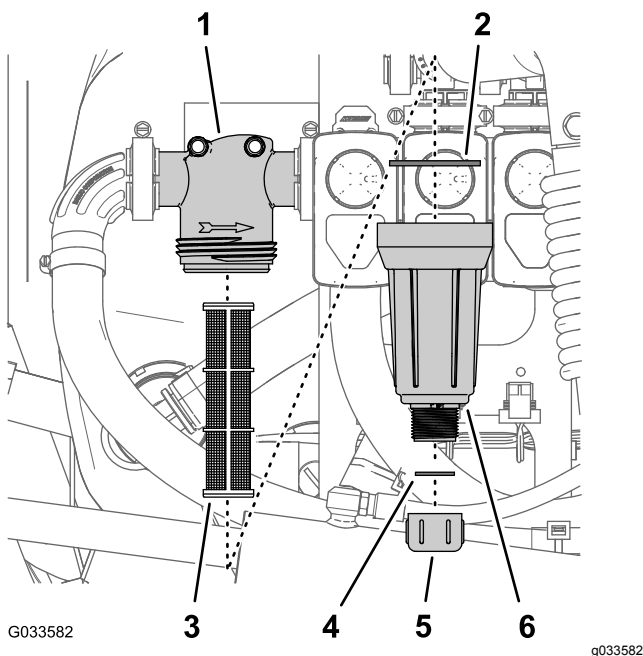

Figure 103
2. Placez un bac de vidange sous le filtre sous pression (Figure 103).
3. Tournez le bouchon de vidange dans le sens antihoraire et déposez-le de la cuvette du filtre sous pression (Figure 103).
4. Tournez la cuvette dans le sens antihoraire et déposez la tête du filtre (Figure 103).
5. Retirez l'élément du filtre sous pression usagé (Figure 103).
6. Contrôlez l'état et l'usure du joint du bouchon de vidange (à l'intérieur de la cuvette) et du joint de la cuvette (à l'intérieur de la tête du filtre) (Figure 103).
7. Montez le nouvel élément filtrant dans la tête du filtre sous pression (Figure 103).
8. Vissez la cuvette sur la tête du filtre et serrez-la à la main (Figure 103).
9. Vissez le bouchon de vidange sur le raccord au fond de la cuvette et serrez-le à la main (Figure 103).